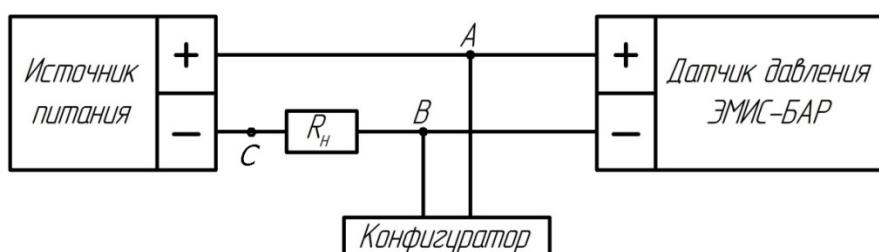

Рисунок 41 – Схема подключения датчика с устройством HART–коммуникации
3.5.8 Если система построена по схеме «точка – точка» (рисунок 41, 42), то основная переменная может быть считана как в аналоговом виде, так и в цифровом. В многоточечной же системе аналоговая информация недоступна и считывание величины давления происходит только в цифровом виде.